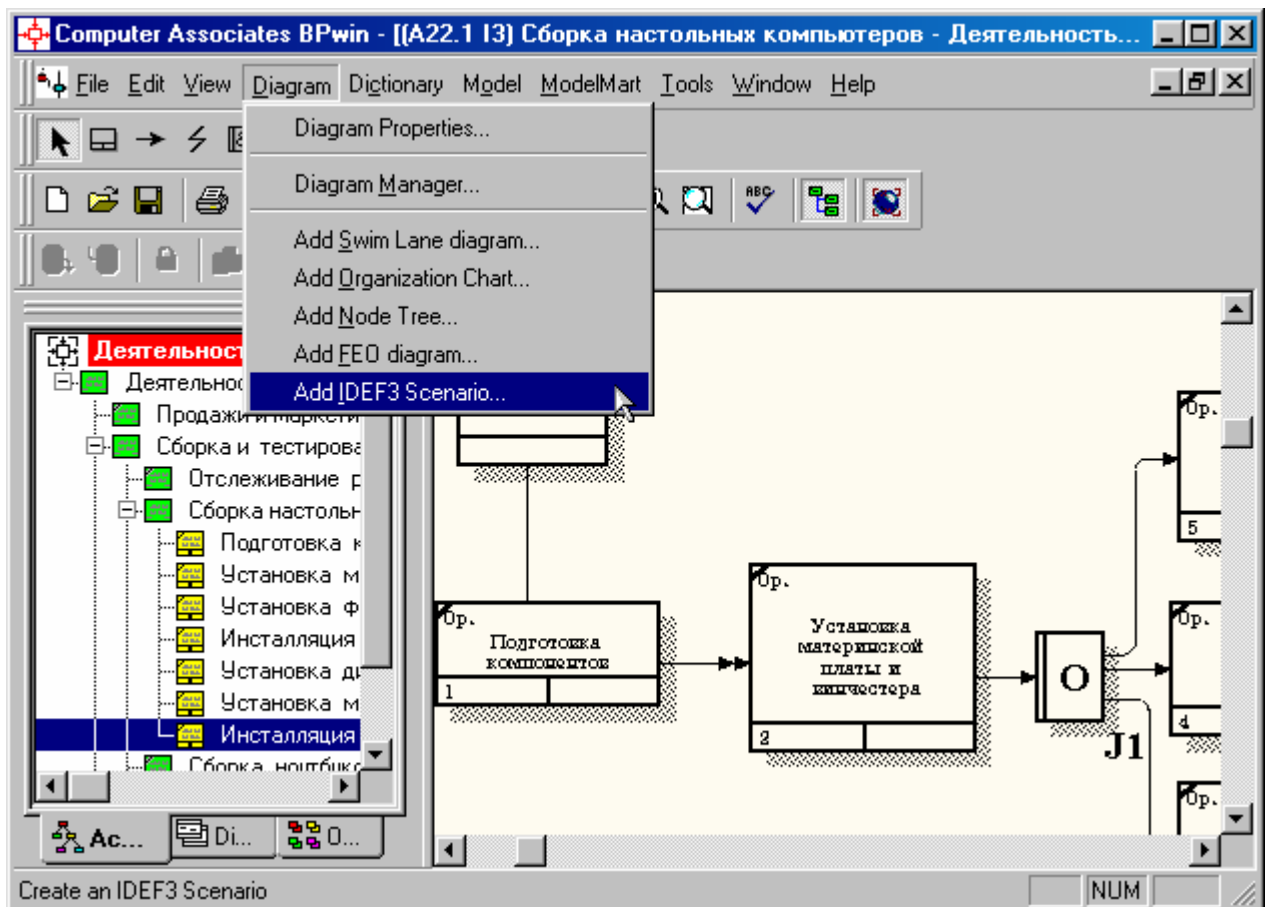

Рисунок 9.3 – Пункт главного меню *Diagram/Add IDEF3 Scenario*
6. Для создания сценария выберем пункт главного меню *Diagram/Add IDEF3 Scenario* (рисунок 9.3) .